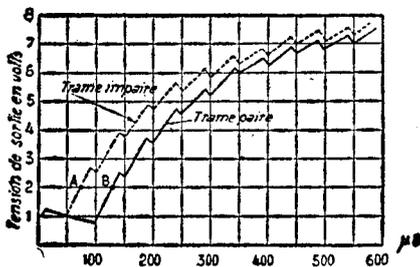

Figure 3
Un exemple fera mieux comprendre cette importante question d'interlignage : considérons la figure 3 (1), représentant la tension de sortie d'un intégrateur comprenant une résistance de 20 kΩ et un condensateur de 1000 pF, entre les armatures duquel sont disponibles les tensions de sortie, portées en ordonnées. Les temps correspondant aux impulsions larges d'images sont portés en abscisses. L'amplitude de l'impulsion d'entrée appliquée à l'intégrateur est, dans cet exemple, de 10 V.